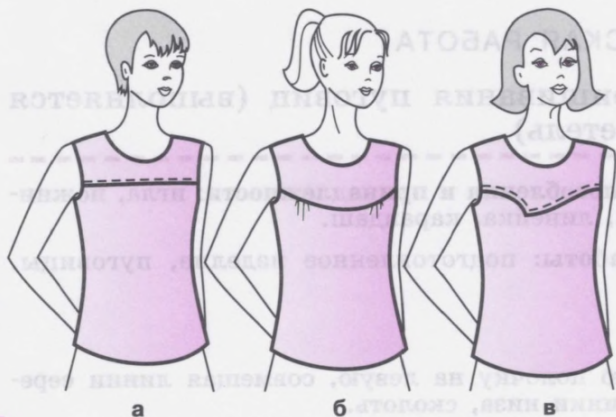

Рис. 92. Фасоны кокеток:
*Кокетка* — это отрезная деталь изделия. Кокетки могут быть расположены на полочках, спинке, на полотнищах юбки, на половинках брюк. Их раскраивают из основной или отделочной ткани. По форме нижнего среза кокетки бывают прямые, овальные и фигурные (рис. 92).